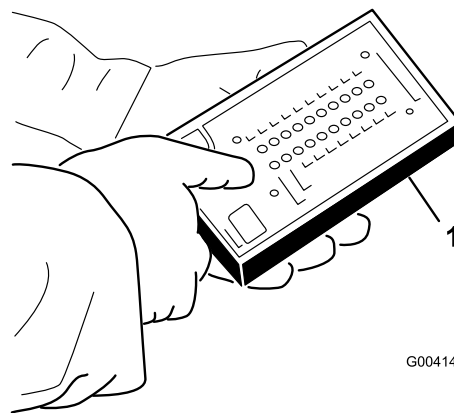

Рисунок 31
3. Подсоедините разъем диагностического дисплея ACE к соединителю жгута проводов (**Рисунок 31**). Убедитесь в том, что на диагностическом дисплее ACE установлена надлежащая наклейка.